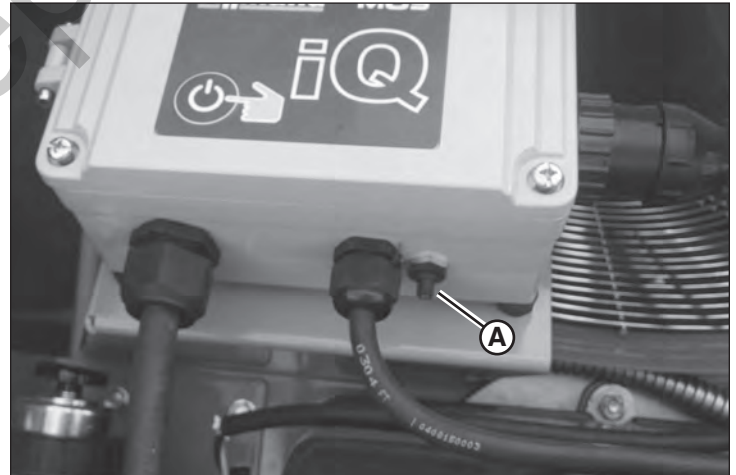

Figure 42
3. Réinitialiser le disjoncteur du ventilateur principal. Repérer et appuyer sur le bouton de réinitialisation du disjoncteur au bas du module de contrôle (A, Figure 42).